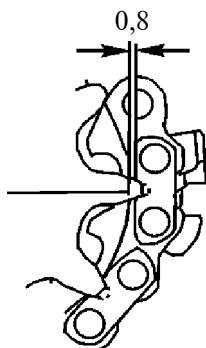

Рисунок 4.13
4.3.8.1 Заменять ведомую звездочку прежде, чем режущие и соединительные звенья цепи начнут касаться нижними поверхностями направляющих рельсов шины, см. рисунок 4.13.